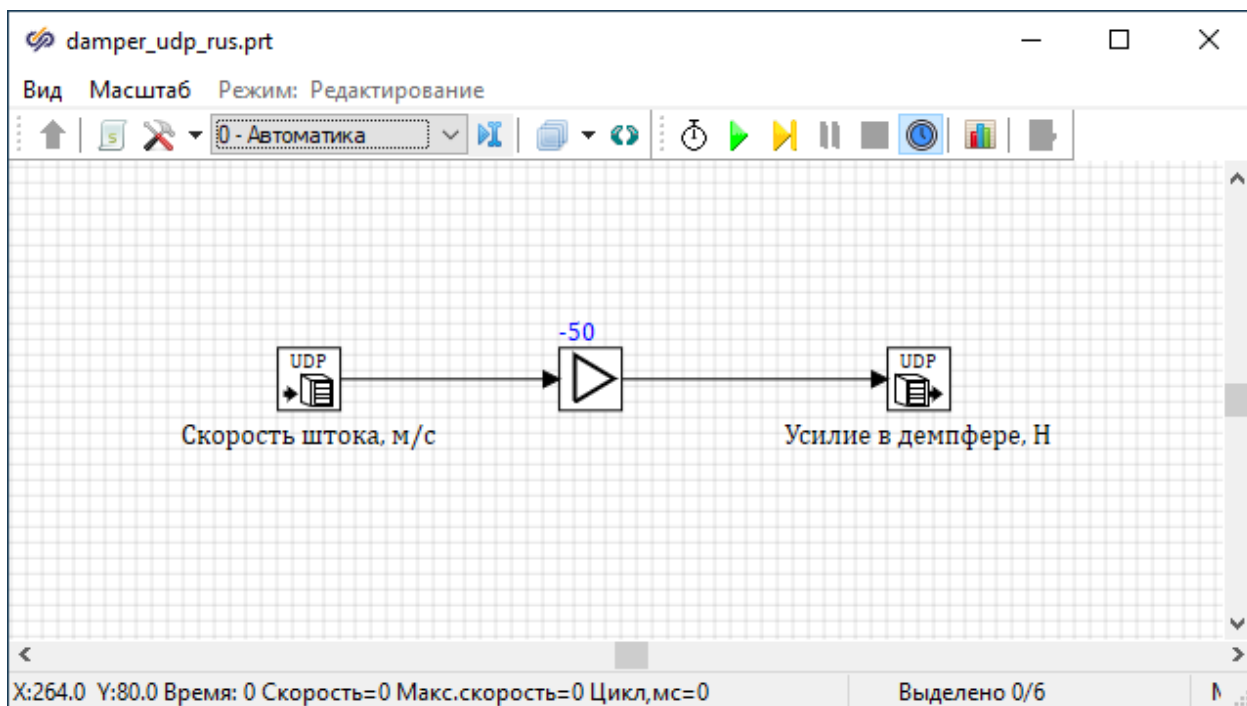
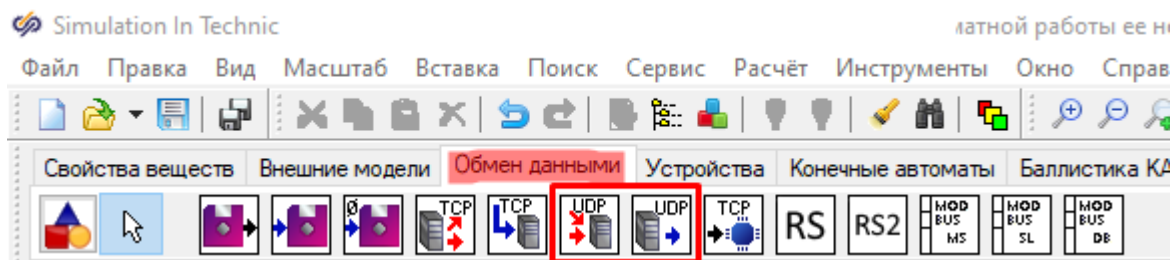

Рис. 4.20. Расчетная схема в SimInTech
Рис. 4.21. Блоки работы с UDP протоколом в SimInTech
5. Из каталога {Данные УМ}\SAMPLES\udp\oscillator\\_udp загрузите файл `damper_udp_rus.prt`, см. рис. 4.20. Обмен данными по протоколу UDP в SimInTech поддерживается блоками **Сервер UDP** и **Клиент UDP** с вкладки **Обмен данными**, см. рис. 4.21